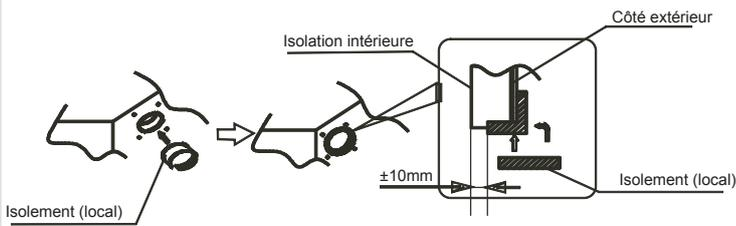

Fig.5-5
- Maintenir l'isolation autour du trou de l'appareil comme indiqué L'emplacement de raccordement entre l'appareil et le conduit doit être complètement isolé afin d'éviter les fuites d'air. (Voir Fig.5-5)